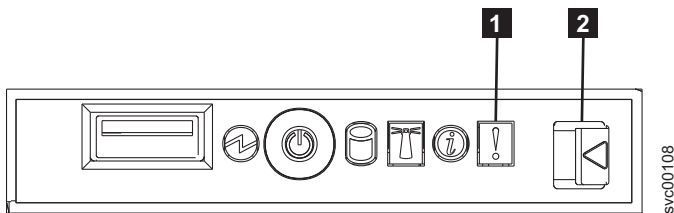

図 220. SAN ボリューム・コントローラー 2145-8F4 オペレーター情報パネル
5. オペレーター情報パネルの解放ラッチ (図 220 の **2**) を押し、オペレーター情報パネルをスライドさせて SAN ボリューム・コントローラー 2145-8F2 から離します。